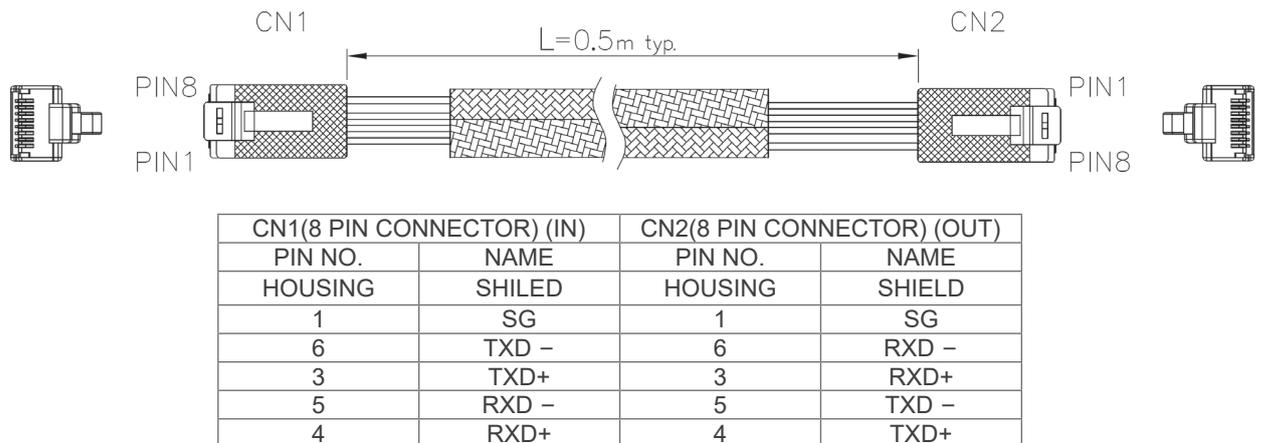

图 4-8：RJ-45 遮罩连接器的串行线
-用每台电源自带的环连结线 (图 4-8) 把每台电源的 OUT 与另一台电源 IN 连接在一起。